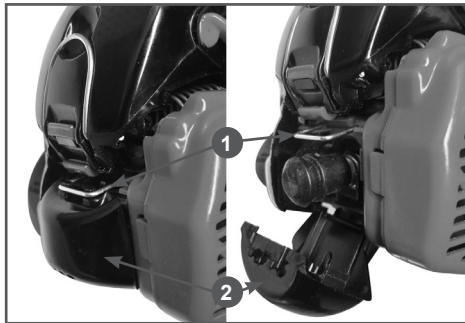

Рис. 24 Доступ к свече зажигания
9. Закройте крышку 2 и верните скобу 1 в исходное положение (Рис.24).